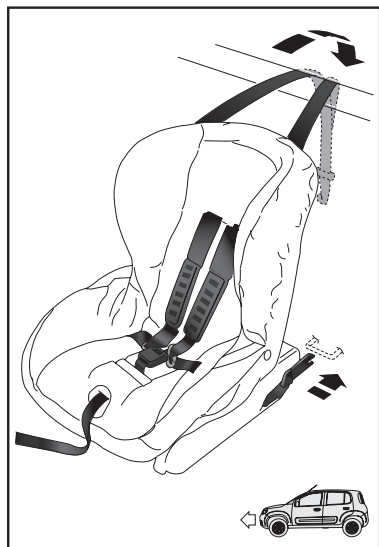

fig. 33
**NOTA:** La fig. 33 es sólo indicativa para la instalación (asiento ISOFIX universal Grupo 1, por ejemplo). La instalación debe realizarse según las instrucciones contenidas en el dispositivo de retención infantil y en el manual de instalación. El encaje correcto del dispositivo ISOFIX se comprueba por un clic.